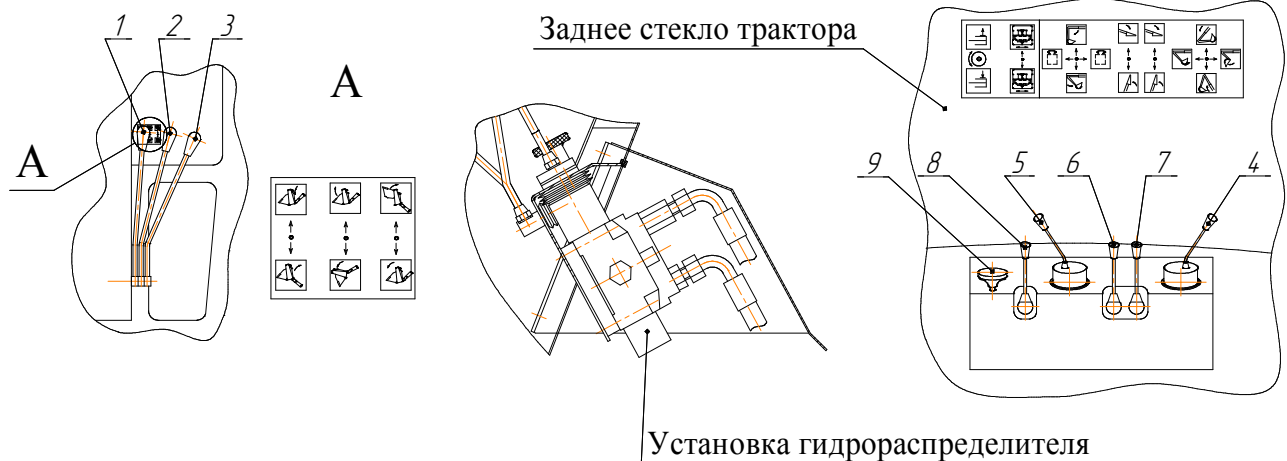
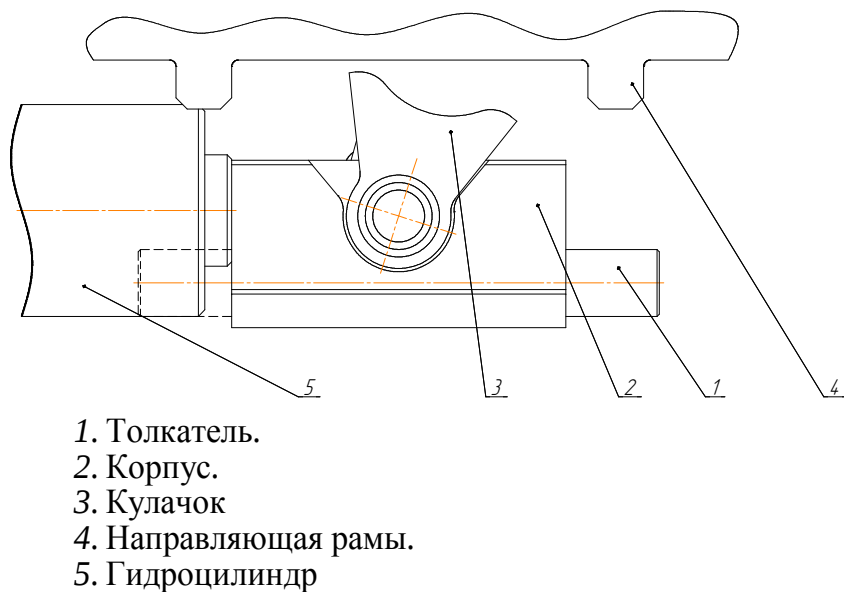

Рисунок 2.1 – Расположение рычагов и педалей управления
Рис.2.5 Механизм перемещения каретки
Рычаги управления (рисунок 2.1) имеют следующее назначение:
Механизм перемещения каретки состоит из гидроцилиндра и механизма перемещения, установленных на каретке экскаваторного оборудования (рис. 2.5).
1.3.Маховик 9 (Рис. 2.1) повернуть по часовой стрелке до упора, при этом напорные полости гидроцилиндров прижима каретки соединяются со сливом в гидробак.
1.4.Рукояткой 8 (Рис. 2.1) полностью задвинуть шток гидроцилиндра 5 (рис. 2.5) перемещения каретки в гильзу. При этом, механизм перемещения каретки, закрепленный на штоке гидроцилиндра, упираясь в упор расположенный на, раме переключается для движения вправо.
1.5.Рукояткой 8 (Рис. 2.1) полностью выдвинуть шток гидроцилиндра перемещения каретки. При этом, механизм перемещения каретки входит в зацепление с упорами расположенными на верхней направляющей рамы.
1.6.Рукояткой 8 (Рис. 2.1) задвигать шток гидроцилиндра перемещения каретки, при этом каретка перемещается вправо. Максимальное перемещение каретки за один полный ход гидроцилиндра равно 185 мм.
1.8.Маховик 9 (Рис. 2.1) повернуть против часовой стрелки до упора, при этом напорные полости гидроцилиндров прижима каретки соединяются с напорной полостью распределителя
1.9.Рукоятку 4 (Рис.2.1) потянуть на себя и удерживать в течение 5...7 сек. При этом, рабочая жидкость подаётся в штоковую полость гидроцилиндра стрелы, поднимая стрелу, и в напорные полости гидроцилиндров прижима каретки, фиксируя её.
2.3.Рукояткой 8 (Рис. 2.1) полностью выдвинуть шток гидроцилиндра 5 (рис. 2.5) перемещения каретки. При этом, механизм перемещения каретки, закрепленный на штоке гидроцилиндра, упираясь в упор расположенный на стойке рамы, переключается для движения влево, и незначительно сдвигает каретку, устанавливая её в положение из которого может быть начато движение влево.
2.4.Рукояткой 8 (Рис. 2.1) полностью задвинуть шток гидроцилиндра перемещения каретки. При этом, механизм перемещения каретки входит в зацепление с упорами расположенными на верхней направляющей рамы.
2.5.Рукояткой 8 (Рис. 2.1) выдвигать шток гидроцилиндра перемещения каретки, при этом каретка перемещается влево. Максимальное перемещение каретки за один полный ход гидроцилиндра равно 185 мм.
3.Действия при отказе механизма перемещения каретки (Толкатель 1(Рис.2.5) находится в среднем положении).
3.1.При частом многократном перемещении каретки возможен отказ механизма перемещения каретки в этом случае необходимо установить корпус 2 (Рис.2.5) механизма таким образом, чтобы кулачок 3 (Рис.2.5) находился между зубьями направляющей 4 (Рис. 2.5) не касаясь их.
3.2.Вручную передвинуть толкатель 1 (Рис. 2.5) в крайнее положение, и продолжить работу.